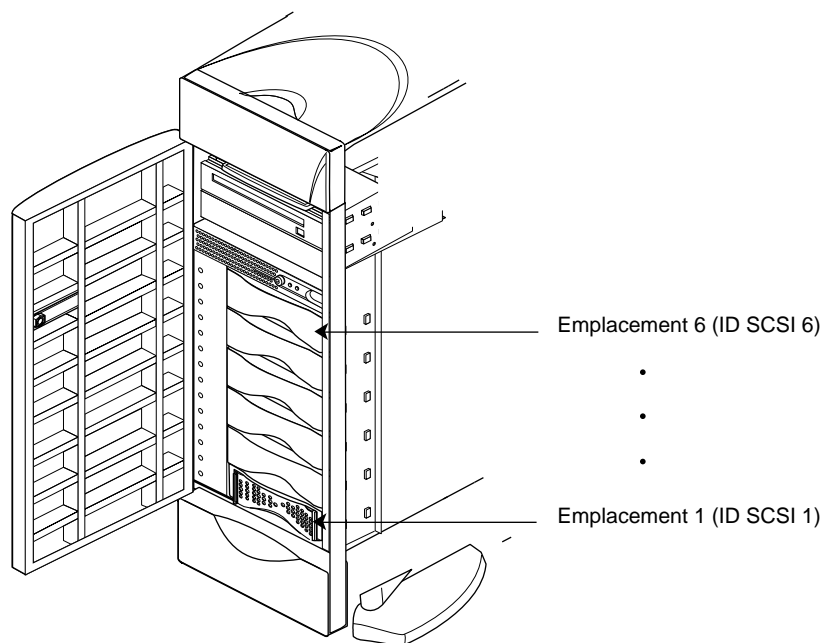

Figure 7-18 Numérotation des lecteurs 3,5 pouces dans l'Origin200
- Les lecteurs sont numérotés comme indiqué à la Figure 7-18.